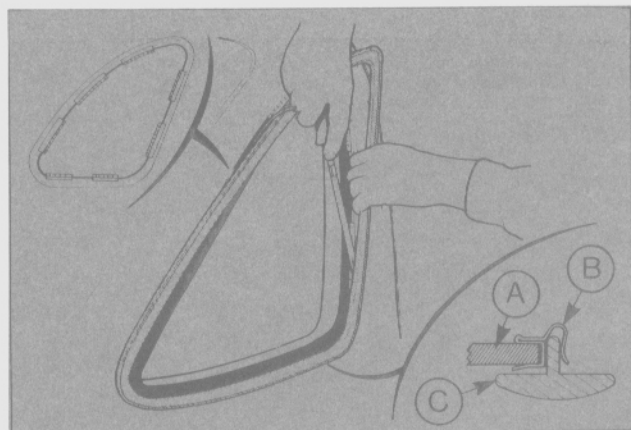

Fig. 49 - Instalación de la moldura del cristal trasero fijo.
- Utilizando un destornillador con la punta protegida, retirar con sumo cuidado la moldura de sus retenes (Fig. 49).